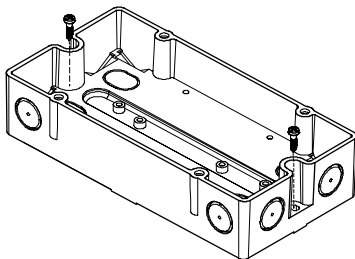

图 4
3. 使用两颗螺钉(M4)将其固定在平整表面 (图 4)。安装孔距离：182.0±1.0 mm。